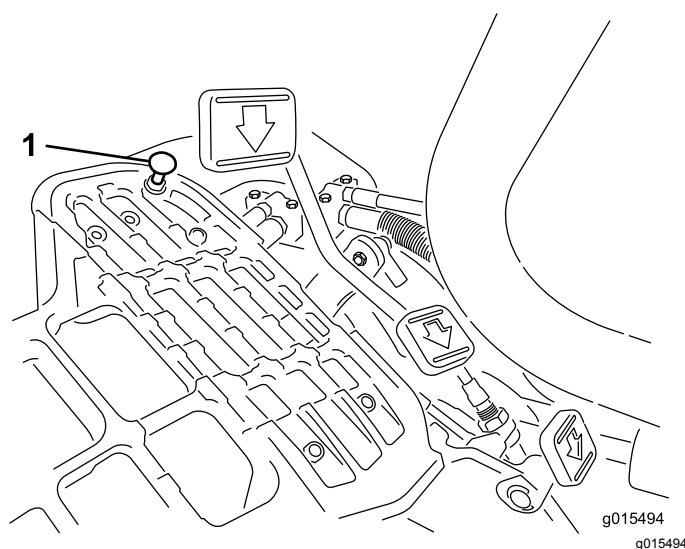

Figure 48
Enfoncez la pédale de déplacement. Si la pédale touche la butée (Figure 48) avant que la tension soit ressentie sur le câble, un réglage est requis.
1. Desserrez les contes-écrous à embase qui fixent la butée de pédale au plancher (Figure 48).